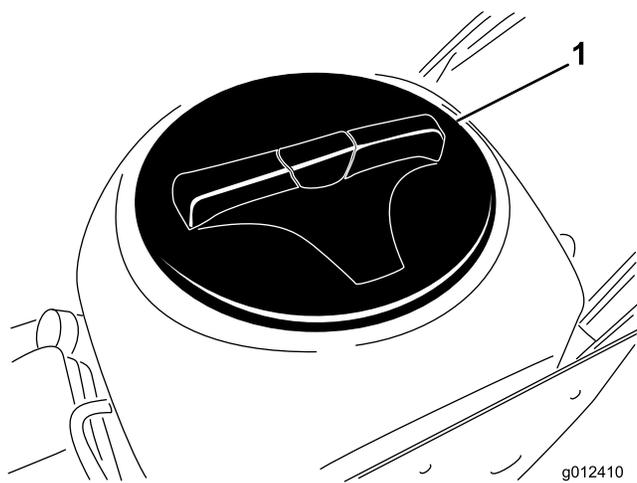

Bild 22
4. Entfernen Sie die Behälterabdeckung (Bild 22).